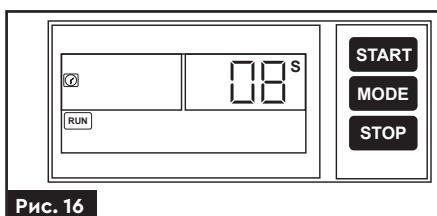

Рис. 16
3. Для калібрування пульта з поточним насосом, натисніть та утримуйте кнопку «**START**», поки пульт керування не видасть звуковий сигнал та на дисплеї не з'явиться зворотний відлік впродовж 8 секунд (**рис. 16**). Також калібрування пульта можна здійснити натисканням